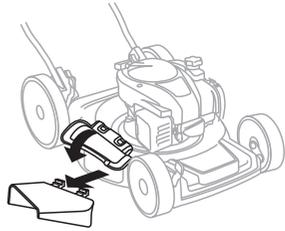

Fig. 9
1. Abra la puerta del mantillo (Fig. 9).
2. Instale la tolva de descarga bajo la puerta del mantillo al deslizar los dos ganchos bajo el pin en la puerta de ensamble (Fig. 9).